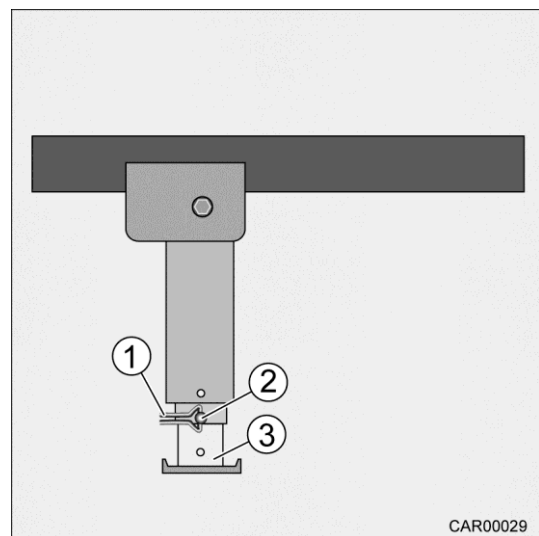

Fig. 37 Béquille arrière à manivelle
3. Enlever la pince de sécurité (Fig. 37/1) de l'axe (Fig. 37/2).
4. Tirer l'axe (Fig. 37/2) hors du prolongement du pied d'appui (Fig. 37/3).
5. Sortir le prolongement du pied d'appui (Fig. 37/3) sur la longueur souhaitée.
6. Enficher l'axe (Fig. 37/2) dans le prolongement du pied d'appui (Fig. 37/3) et le bloquer avec la pince de sécurité (Fig. 37/1).
2. Enlever la pince de sécurité (Fig. 37/1) de l'axe (Fig. 37/2).
3. Tirer l'axe (Fig. 37/2) hors du prolongement du pied d'appui (Fig. 37/3).
4. Glisser le prolongement du pied d'appui (Fig. 37/3) complètement à l'intérieur et enficher l'axe (Fig. 37/2) dans l'alésage.
5. Bloquer l'axe (Fig. 37/2) avec la pince de sécurité (Fig. 37/1).